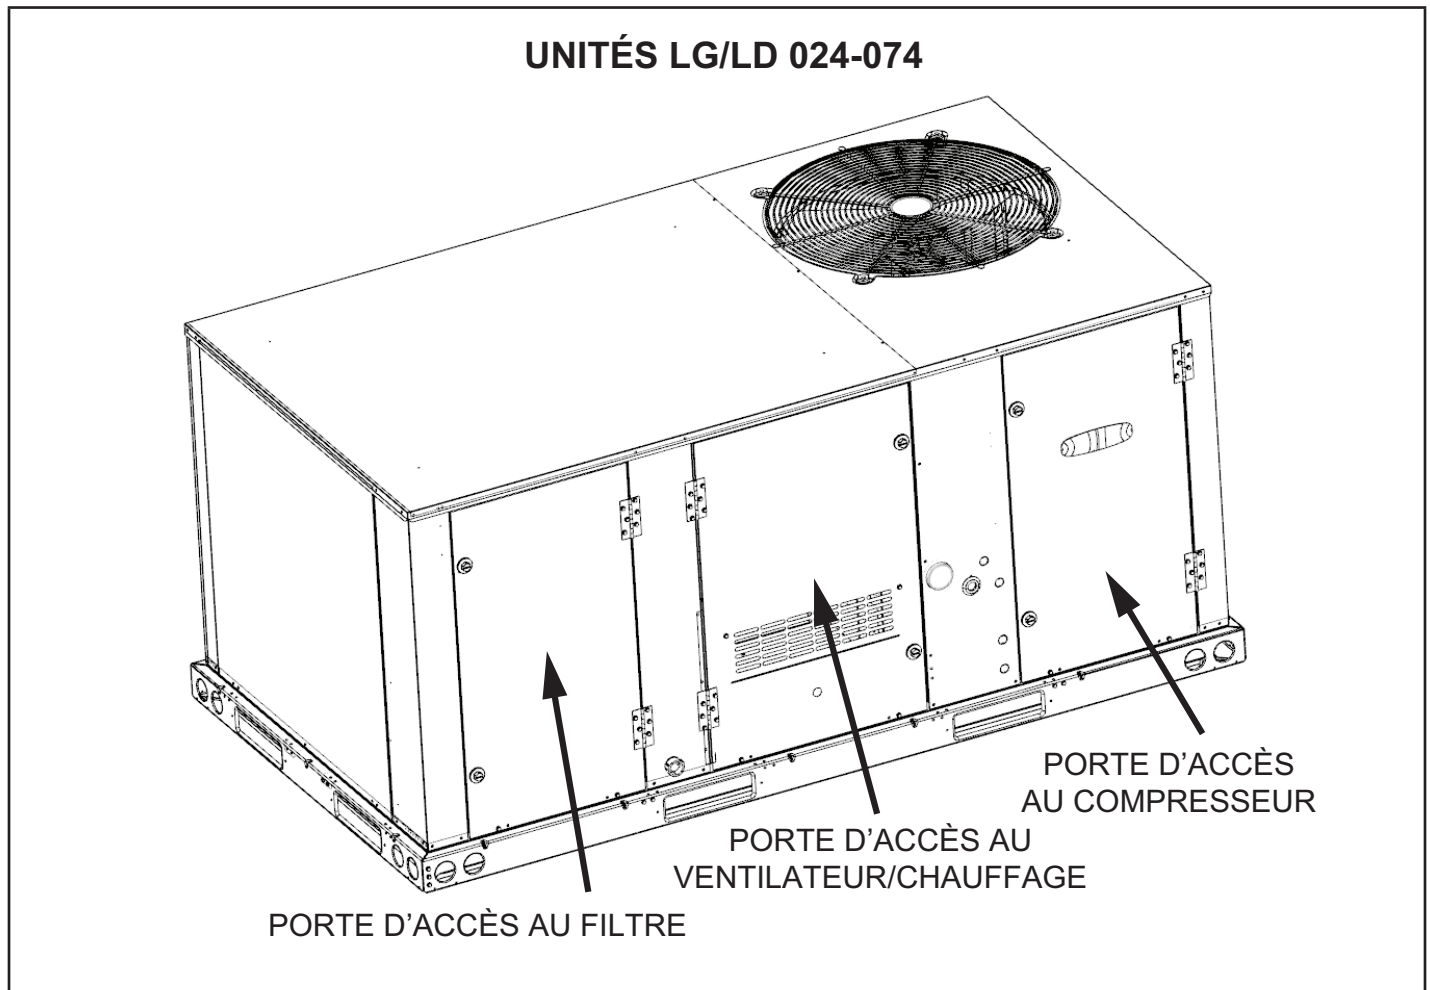

Figure 1
- 4 - Ouvrez les panneaux d'accès au compresseur et au ventilateur/chauffage (reportez-vous à la Figure 1).